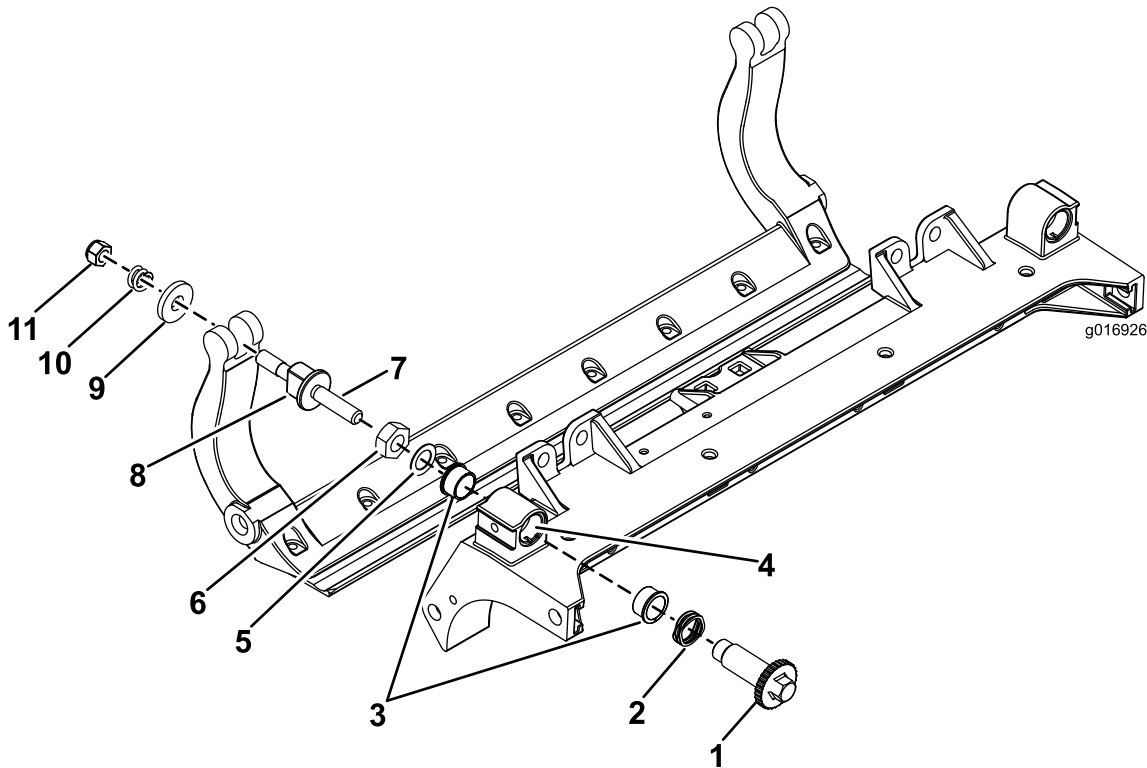

图28
- 1. 拆除所有零件（请参阅 HD DPA 套件 安装说明和 图 28）。
- 2. 将防啮合剂涂抹到滚刀组中心机架（图28）的轴套区内侧。
- 3. 将凸缘轴套上的键与机架的槽对准，然后安装轴套（图28）。
- 4. 将一个波形垫圈安装到调节器轴上，然后调节器轴滑入滚刀组机架中的凸缘轴套内（图28）。
- 5. 使用扁平垫圈和锁紧螺母固定调节器轴（图28）。
- 12. 在两个尼龙垫圈的外侧各放一个钢垫圈（图28）。
注意： 内侧的垫圈可能有空隙（图28）。
- 15. 旋紧每个底刀架调节器总成上的螺母，直到加压弹簧完全压紧，然后往回松开 1/2 圈（图28）。